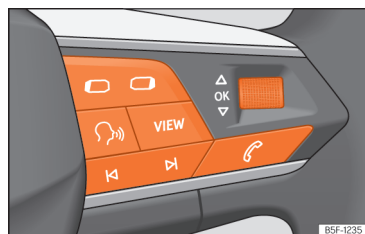

Fig. 10 Lado direito do volante multifunções: botões para utilizar os menus e as indicações informativas do painel de instrumentos (segundo versões).
Enquanto existir uma advertência com prioridade 1 »»» Página 24, não será possível aceder a nenhum menu. Algumas advertências podem ser confirmadas e ocultadas com o botão **OK** do volante multifunções »» Fig. 10.
- Se aparecer uma mensagem ou o pictograma de um veículo, pressione o botão **OK** »» **Fig. 10**; se for necessário, várias vezes.